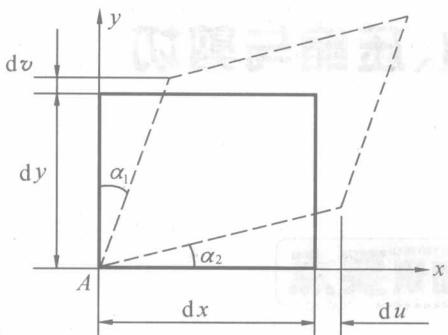

图 1-8
4. 如图 1-8 所示为从构件内 A 点处取出的单元体,构件受力后单元体的位置用虚线表示,则称 du/dx 为_____, dv/dy 为_____, $(\alpha_1 + \alpha_2)$ 为_____。